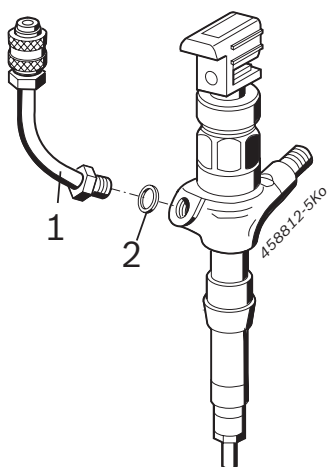

Fig. 2: Slangeledning
1. Slangeledning 1 680 712 368 (fig. 2, pos. 1) med flat tetningsring (fig. 2, pos. 2) skal skrues inn i returhullet på Denso CRI Piezo og trekkes til.